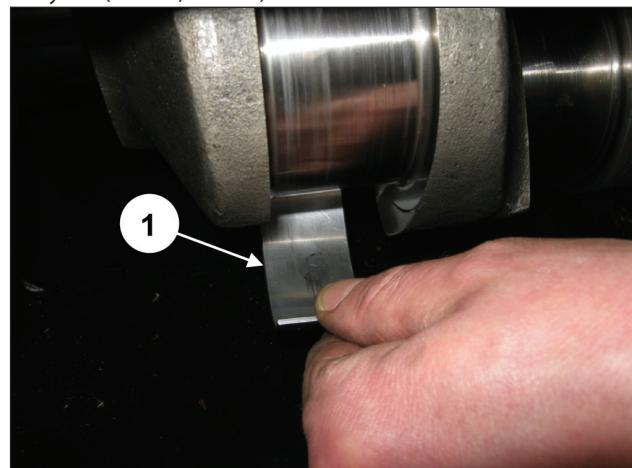

Рис. 20
Вытяните три верхних полуподшипника из половинок шатунов (поз. ①, Рис. 20).